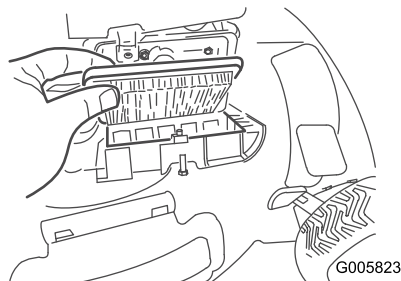

Figura 24
- Cambie el filtro de aire (Figura 24).